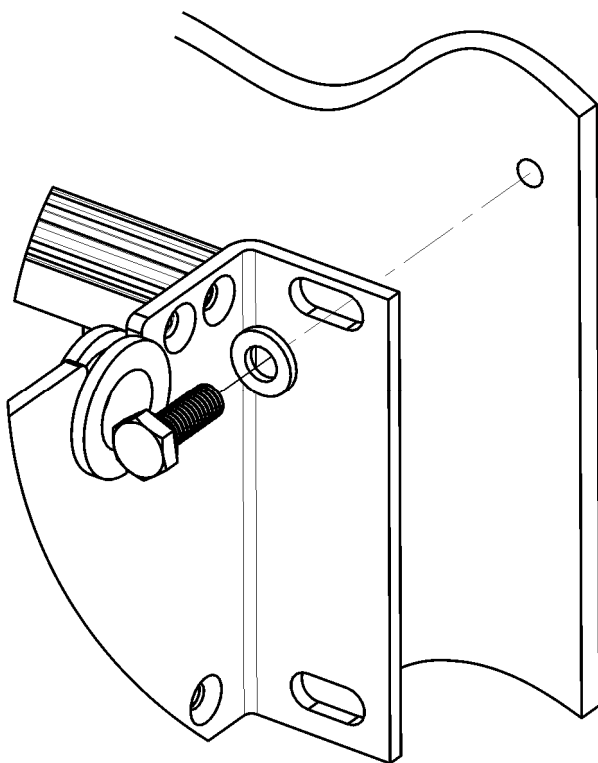

Figura 11: Fixação do ventilador de sistema
3. Para a fixação, utilizar parafusos de montagem e arruelas do tamanho M6, veja Figura 11.